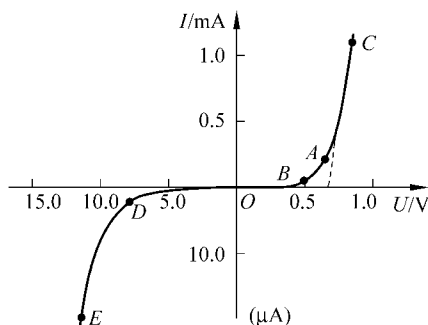

图 1-6 二极管伏安特性曲线
二极管两端的电压与流过二极管电流的关系称为伏安特性, 其关系曲线称为二极管伏安特性曲线, 如图 1-6 所示。
① 正向特性: 正向特性指二极管加正向电压时的特性, 如图 1-6 所示的 OAC 段。
- 当正向电压较低时, 二极管电流仍为零, 二极管不导通, 称为死区, 如图 1-6 所示的 OB 段。一般, 硅二极管的死区电压约为 0.5V , 锗二极管的死区电压约为 0.2V 。
通状态, 称为正向导通区, 如图 1-6 所示的 AC 段。此时, 二极管两端的电压保持一个恒定的数值, 称为二极管的正向压降。一般, 硅二极管的正向压降为 0.7V , 锗二极管的正向压降为 0.3V 。
② 反向特性: 反向特性指二极管加反向电压时的特性, 如图 1-6 所示的 ODE 段。
- 当二极管加反向电压时, 二极管呈现较大的电阻状态, 此时电流很小, 称为反向截止区, 如图 1-6 所示的 OD 段。此时的电流称为二极管反向饱和电流或反向漏电流 I_S , 电流越小, 反向截止性能越好。
- 当反向电压增大到一定数值后, 反向电流急剧增大, 称为反向击穿区, 如图 1-6 所示的 DE 段。这时的电压称为反向击穿电压 V_{BR} 。除稳压二极管外, 不允许工作在反向击穿区, 否则会使二极管损坏。
说明: 由图 1-6 可以看出, 流过二极管的电流与二极管两端所加的电压之间不成正比, 其图线是一条曲线, 这种现象说明二极管是一种非线性器件。